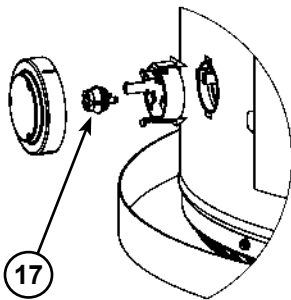

Figure 48
17. Détecteur de vapeurs inflammables (non illustré, Figure 48)